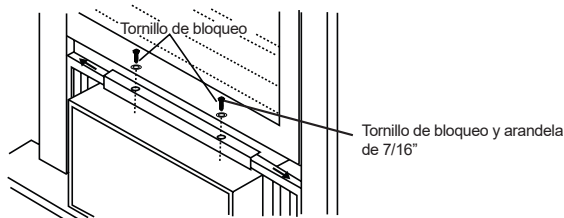

Fig.17
2. Extienda los paneles para llenar completamente la abertura de la ventana. Ajuste los tornillos de bloqueo en la parte superior (Fig. 17).